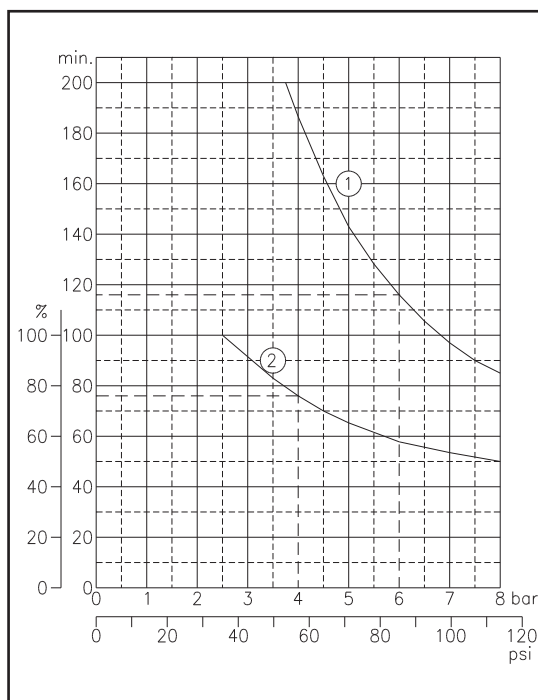

Fig.5
- La curva 1 (fig.5) indica i tempi di funzionamento continuo, alle varie pressioni, prima che il relé termico del motore arresti il compressore (Temperatura del motore 115° C. circa). Questi tempi sono calcolati partendo da una temperatura di 20° C al momento dell' avviamento. Esempio:
- Curve n°1 (fig.5) indicates the length of continuous running at varying pressures, until the overload protector switches off the motor (at approx. 115°C oil temperature-measured from 20°C start point). Example: